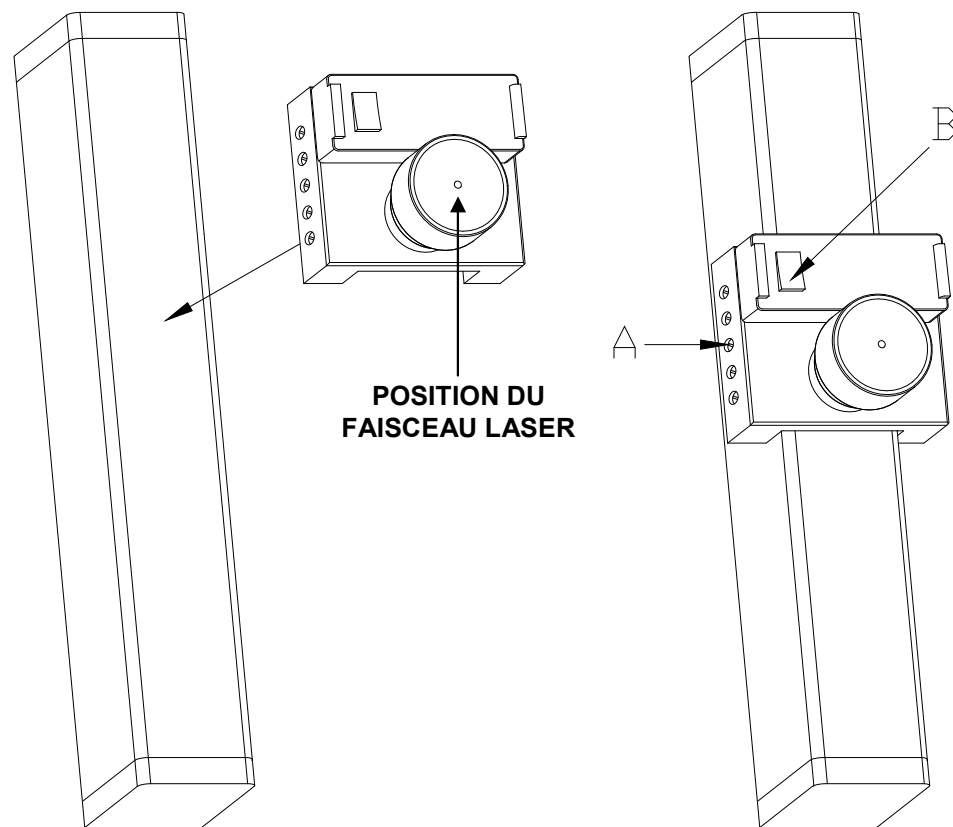

Figure 1
- Mettre le dispositif en marche au moyen de sa commande ON/OFF (fig.1 détail B).
- Si le dispositif ne se bloque pas sur la barrière, agir sur les cinq vis sans tête sur le côté de le dispositif (voir détail A dans la Fig. 1).